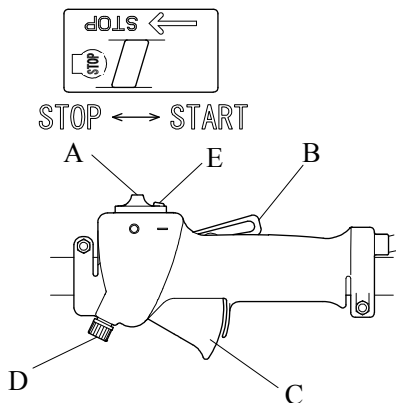

Fig.6-1
2. Druk zowel de blokkering van de bediening van de versnelling (B) als de bediening van de versnelling (C) tegelijkertijd volledig in. (Fig.6-1)
3. Terwijl de knop (E) wordt ingedrukt, laat de blokkering van de bediening van de versnelling (B) en de bediening van de versnelling (C) los.
Knop (D) op de bedieningshendel is een gasbegrenzer. (Fig.6-1) Draai de knop (D) in de richting van de klok om de motorsnelheid te verminderen die werd verkregen als de gashendel (C) werd ingedrukt. Draai de knop (D) tegen de richting van de klok in om de motorsnelheid te vermeerderen die werd verkregen toen de gashendel (C) werd ingedrukt. Pas de positie van de knop (D) aan volgens de werkomstandigheden.